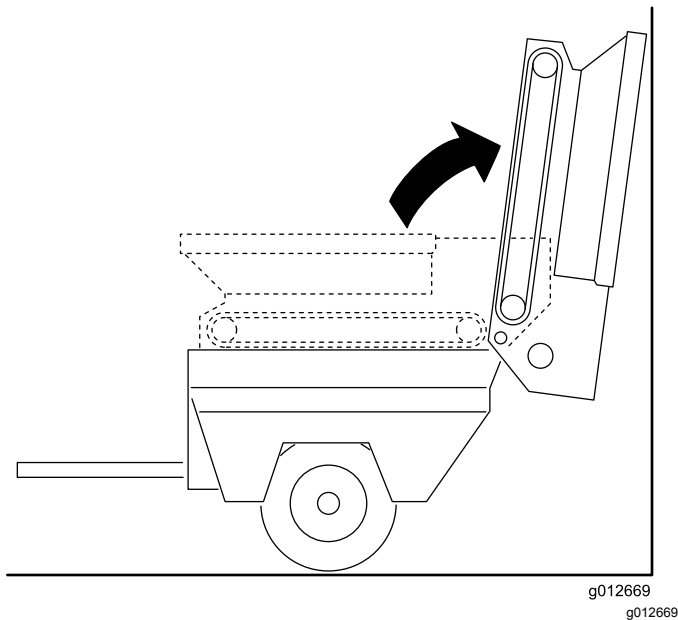

图26
3. 向后转动料斗并依靠在墙壁、柱子、梯子等物体上面图26
确保料斗翻转超过中心线和/或固定到墙壁或柱子上防止其意外跌落到工作区图26。
3. 小心将料斗向下转动到滑行机架轨道上请参阅 拆除滑行滚道 \(页码 18\)的图26